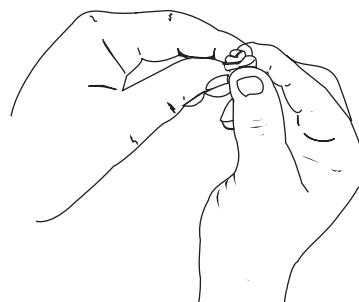

Fig. 31
- Pressez le filtre pour répartir et drainer l'excédent d'huile (Fig. 31).